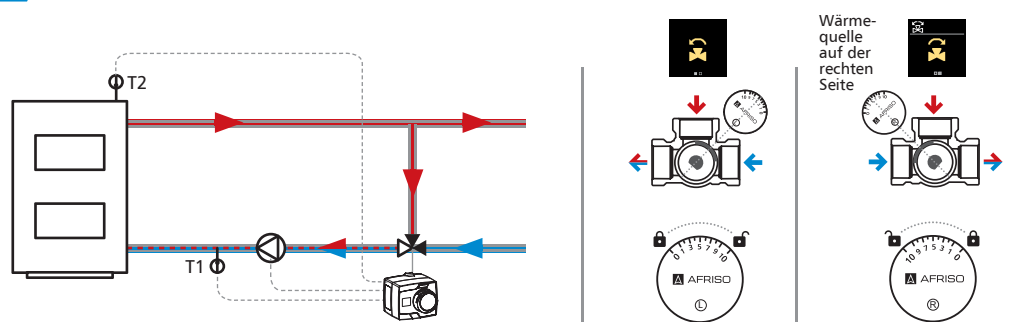
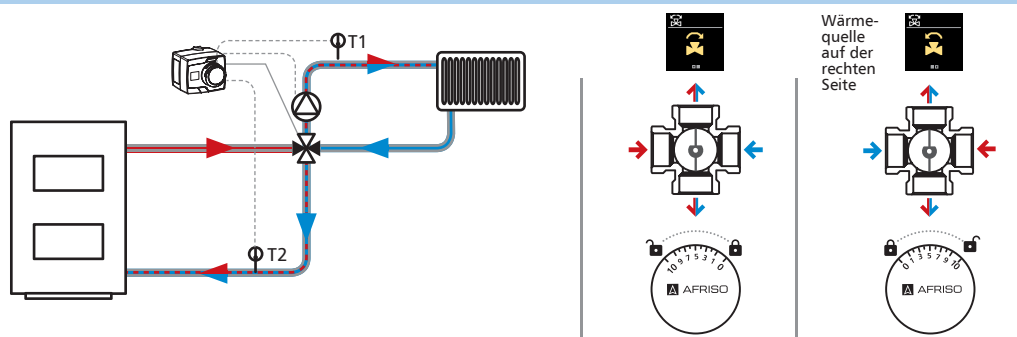

Abb. 9. Schema mit Mischventil ARV Vario ProClick am Rücklauf zur Wärmequelle zum Schutz des Kessels vor Niedertemperaturkorrosion
Abb. 11. Schema mit eingebautem 4-Wege-Mischventil zum Schutz des Kessels vor Niedertemperaturkorrosion
- Die Temperatursensoren T1 und T2 gemäß dem gewählten Schema (Abb. 9, Abb. 10, Abb. 11) mit den im Set enthaltenen Adaptern oder speziell vorbereiteten Tauchhülsen montieren.
Wählen Sie das entsprechende Schema je nach der Anlage, in der das Mischventil installiert ist. Zur Wahl stehen ein Schema mit einem Ventil, das im Rücklauf zur Wärmequelle (Abb. 9), im Vorlaufrohr (Abb. 10) oder mit einem 4-Wege-Ventil (Abb. 11) montiert ist.
Im letzten Schritt muss je nach gewähltem Schema die entsprechende Skala „0 bis 10“ oder „10 bis 0“ angebracht werden (Abb. 9, Abb. 10, Abb. 11). Um die Skala zu ändern, hebeln Sie die Plakette an, drehen Sie sie um und setzen Sie sie wieder auf.